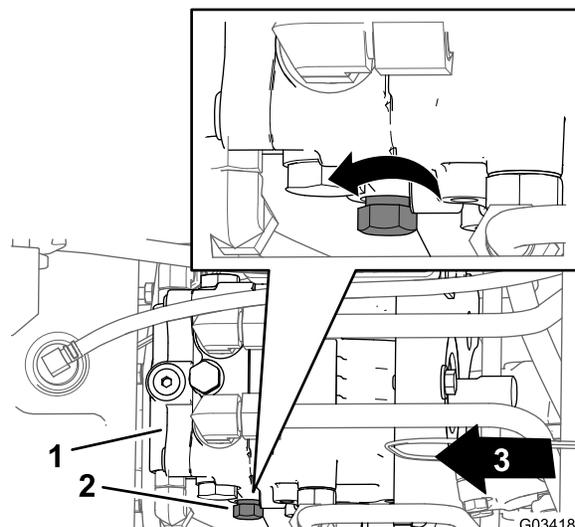

Bild 35
2. Das Bedienelement für das Sicherheitsventil befindet sich an der linken Seite der Hydraulikpumpe (Bild 35).
3. Drehen Sie das Bedienelement drei Umdrehungen gegen den Uhrzeigersinn (Bild 35).
1. Das Bedienelement für das Sicherheitsventil befindet sich an der linken Seite der Hydraulikpumpe (Bild 35).
2. Drehen Sie das Bedienelement des Sicherheitsventils (Bild 35) im Uhrzeigersinn, bis der Widerstand größer wird (das Sicherheitsventil ist dann geschlossen).